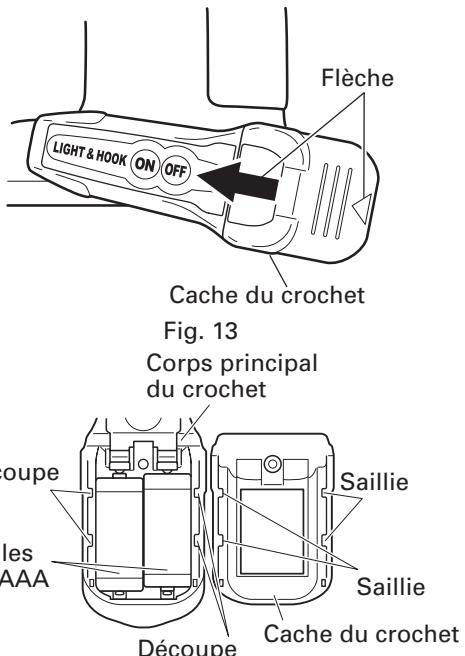

Fig. 13
Retirer le cache du crochet en appuyant dessus dans le sens de la flèche. (Fig. 13)
- (3) Aligner la découpe du corps principal du crochet sur la saillie du cache du crochet, appuyer sur le cache du crochet dans le sens contraire à celui de la flèche de la Fig 13, puis resserrer la vis.